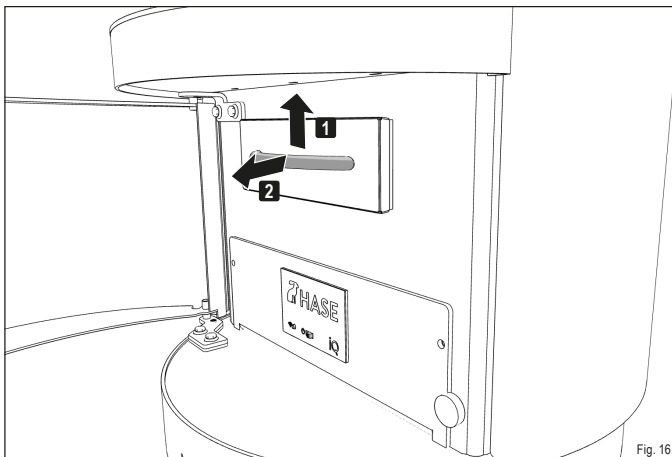

Fig. 16
- ▶ Tirez le bac à cendres hors de l'ouverture par le capot (Fig. 16). Videz les cendres dans un récipient résistant au feu.
- **Tirez le bac à cendres hors de l'ouverture par le capot (Fig. 16). Videz les cendres dans un récipient résistant au feu ou passez l'aspirateur.**
- **Tirez le bac à cendres hors de l'ouverture par le capot (Fig. 16).**